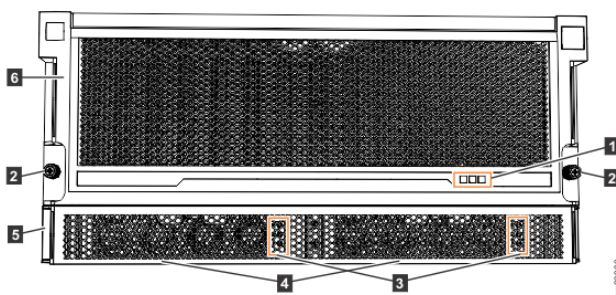
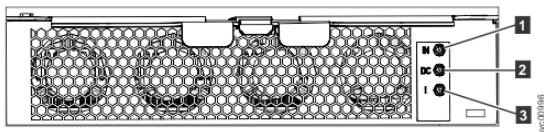

Abbildung 142. LEDs an der Vorderseite des Erweiterungsgehäuses
Abbildung 143. LEDs an der Vorderseite eines Netzteils
Wie in Abbildung 142 auf Seite 129 gezeigt, befinden sich an der Vorderseite des 5U-Erweiterungsgehäuses LEDs für die Konsolanzeige (1) und für die einzelnen Netzteile (3).
Das 5U-Erweiterungsgehäuse enthält zwei Netzteile (**4** in Abbildung 142 auf Seite 129), auf die von der Vorderseite des Gehäuses zugegriffen werden kann. Jedes Netzteil verfügt über eine eigene Gruppe von LEDs (siehe Abbildung 143 auf Seite 130).